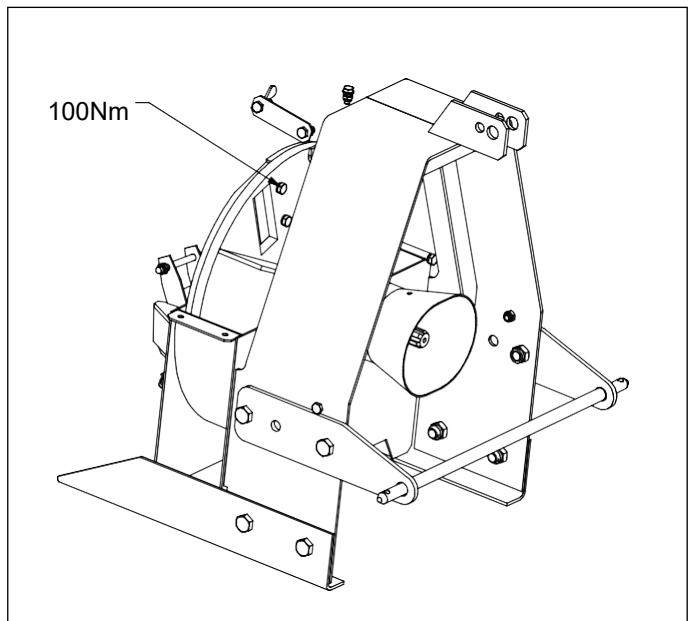

Abb. 12: Entfernen der Messerbefestigungsschrauben (M12)
1. Entfernen Sie die Messerbefestigungsschrauben (M12). Drehen Sie den Schraubenschlüssel so, dass Ihre Hände das Messer nicht treffen, falls der Schlüssel abrutschen sollte. Abb. 12: